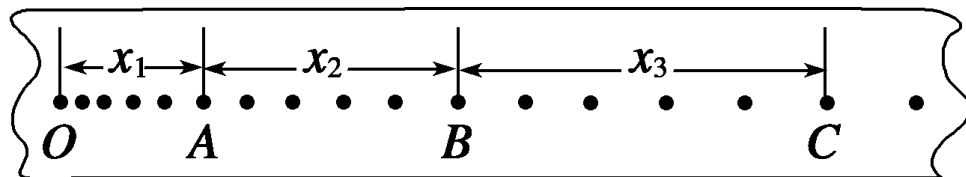

图 2
(1) 纸带处理 . 从打点计时器重复打下的多条纸带中选点迹清楚的一条 , 舍掉开始比较密集的点迹 , 从便于测量的地方取一个起始点 O , 然后每 5 个点取一个计数点 A 、 B 、 C 、 \dots (或者说每隔 4 个点取一个计数点) , 这样做的好处是相邻计数点间的时间间隔 $T = 0.1 \text{ s}$, 便于计算 . 如图 2 所示 , 测出相邻计数点间的距离 x_1 、 x_2 、 x_3 、 \dots .